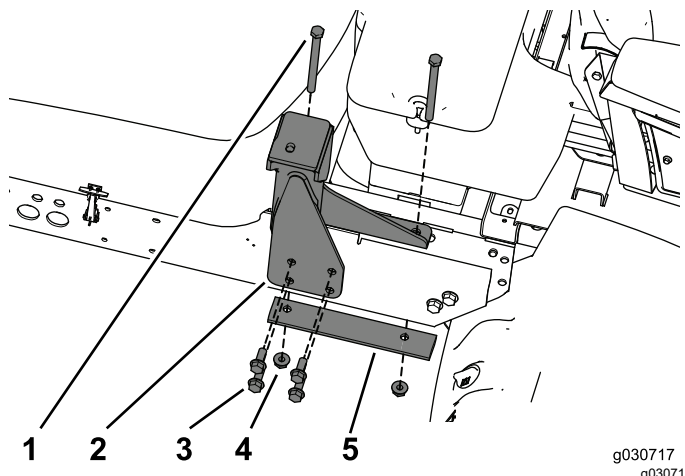

Figura 21
1. Utilizzate la nuova bulloneria per fissare il supporto posteriore destro al telaio (Figura 21).